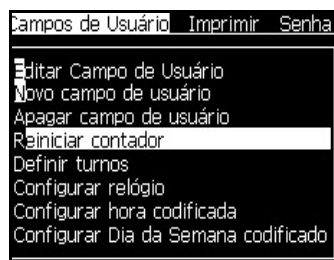

Figura 5-30: Selecionar Reiniciar contador
- 2 Selecione a opção *Reiniciar Contador* (veja Figura 5-30).